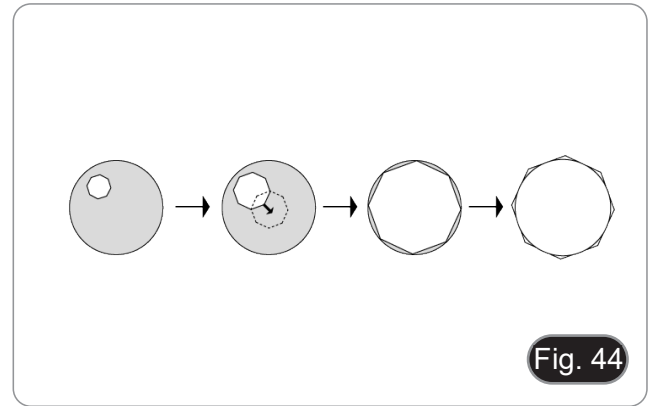

Fig. 44
4. Con la llave Allen suministrada, utilice los dos tornillos de centrado ④ para llevar el punto luminoso al centro del campo de visión.
5. Abra gradualmente el diafragma. El diafragma está centrado cuando la imagen del diafragma es simétrica al campo de visión. (Fig. 44)